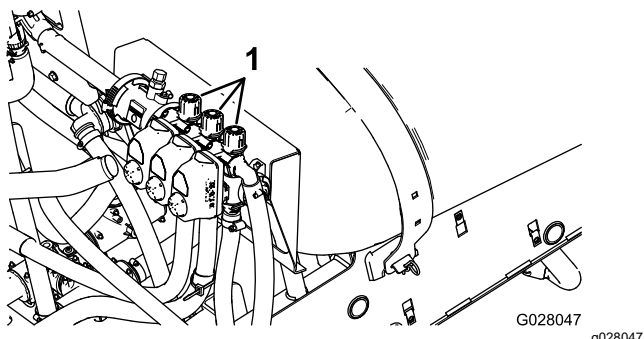

図 21
4. 右ブームバイパスノブ 図 21 を使って、先ほどと同じ水圧一般的には 2.75Bar = 2.8kg/cm2 = 40psi に調整する。
6. 中央ブームバイパスノブ 図 21 を使って、先ほどと同じ水圧一般的には 2.75Bar = 2.8kg/cm2 = 40psi に調整する。